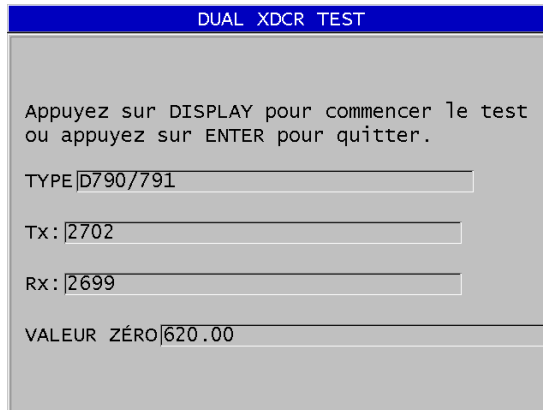

Figure 15-3 Écran DUAL XDCR TEST
7. Lorsque **DUAL XDCR TEST** est sélectionné, faites ce qui suit dans l'écran **DUAL XDCR TEST** (voir la Figure 15-3 à la page 297) :